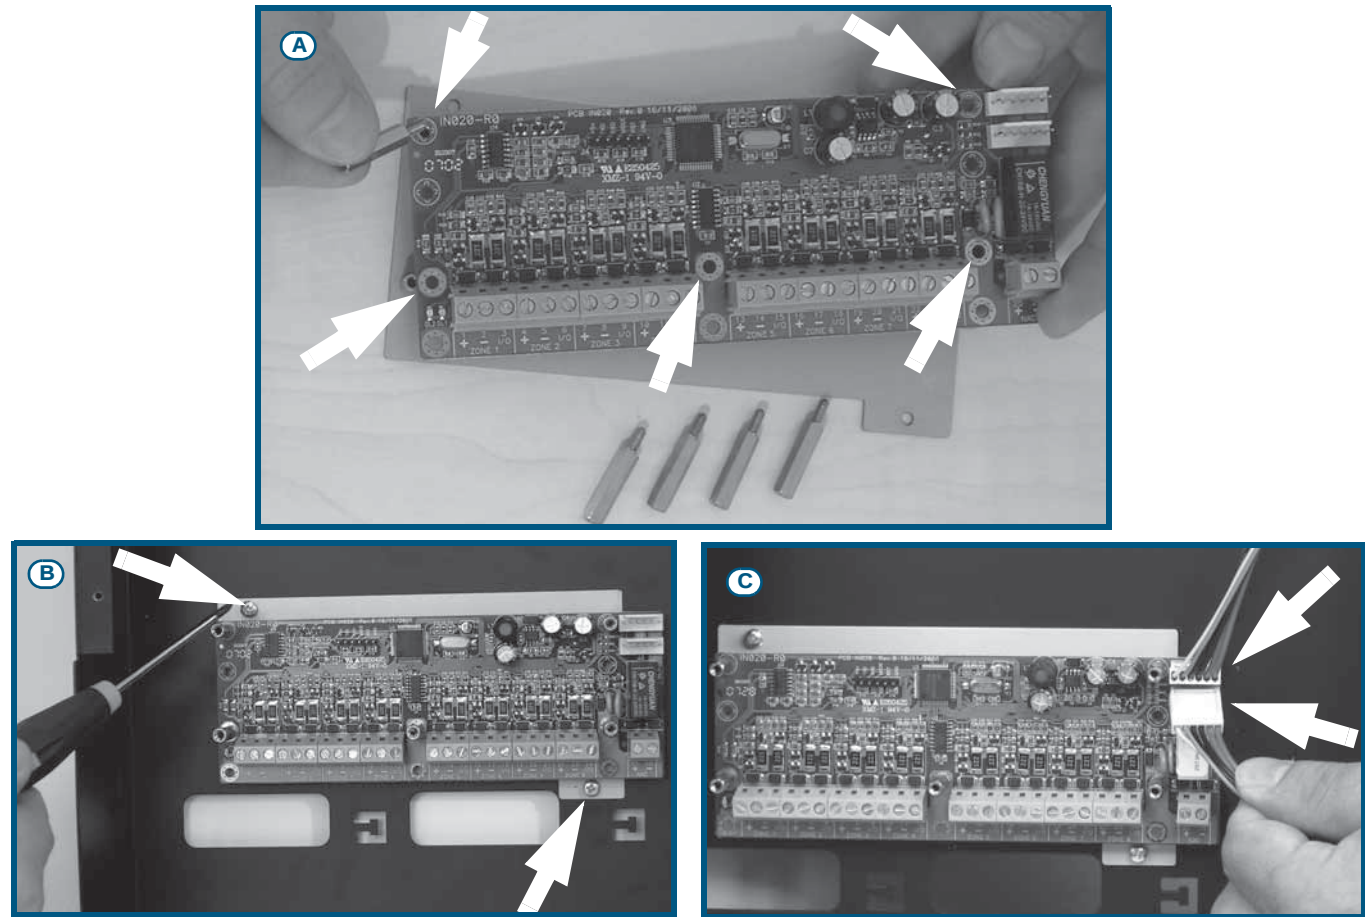

Figura 11 - Montaggio scheda espansione - 1
3. Fissare una scheda di espansione sulla piastra di ancoraggio utilizzando le colonnine metalliche fornite nel caso si debba inserire la seconda espansione (Figura 11 - [A]). Fare attenzione ad utilizzare i fori di fissaggio indicati sulla foto dalle frecce.
4. Fissare la piastra con la scheda sul fondo del contenitore metallico (Figura 11 - [B]).
5. Inserire sulla scheda il cavo di collegamento alla centrale e alla scheda successiva (Figura 11 - [C]).